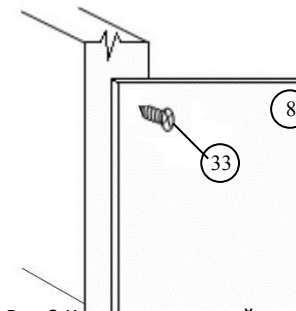

Рис.2 Крепление задней стенки
2. Установка задней стенки (рис.2): положить корпус изделия лицевой поверхностью вниз. Вставить стенку заднюю, состоящую из 2-х частей, соединенных профилем (34), в пазы боковых стенок. Прикрепить заднюю стенку к горизонтальной нижней и планке задней (6) гвоздями (33) с шагом 100-150мм, предварительно выверив прямоугольность корпуса (равные диагонали).